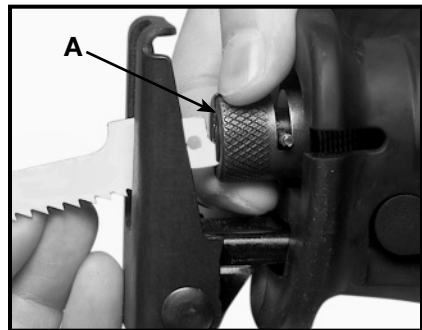

Fig. 7
3. Para abrir el seguro de segueta: gire y detenga el collar de seguridad de la segueta (A) Fig. 7, en el sentido contrario a las manecillas del reloj (mirando la sierra por enfrente).